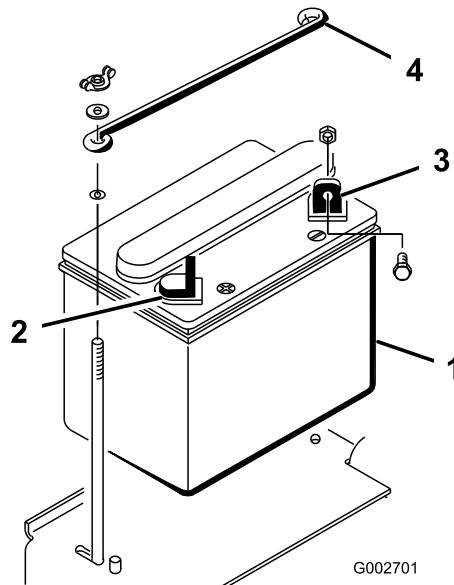

Рисунок 6
- Установите аккумулятор на место таким образом, чтобы отрицательная клемма была направлена к задней стороне машины (Рисунок 6).